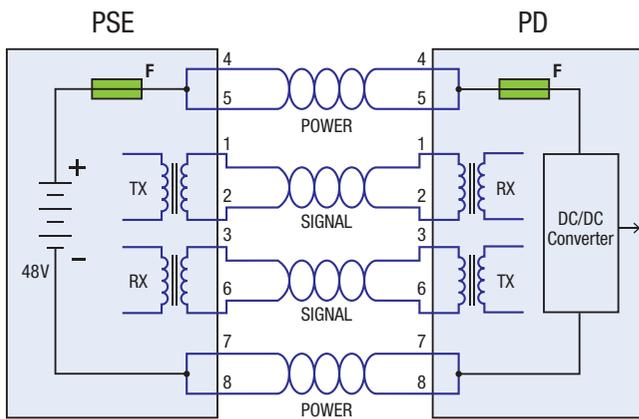

Abb. 1: In der Standardkonfiguration PoE und PoE+ gibt es je 2 getrennte Aderpaare für Power und Signal. (Quelle: SCHURTER AG)
Seit 2003 gibt es den Standard zur Bündelung von Daten- und Stromübertragung. IEEE 802.3af-2003 beschränkt die Leistungsaufnahme eines gespeisten Geräts, der sogenannten Powered Device (PD), auf 12,95W oder 360mA. Das bedeutet, dass das speisende Gerät, das Power Sourcing Equipment (PSE), 15,4W oder 400mA liefern muss. Die Eingangsspannung liegt zwischen 44 und 57VDC (Abb. 1). Damit lassen sich Geräte wie VoIP-Telefone, WLAN-Zugangspunkte oder einfache Überwachungskameras mit Energie versorgen.